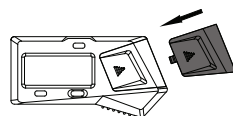

fig. 3
- Chiudere il coperchio della batteria (fig. 3)